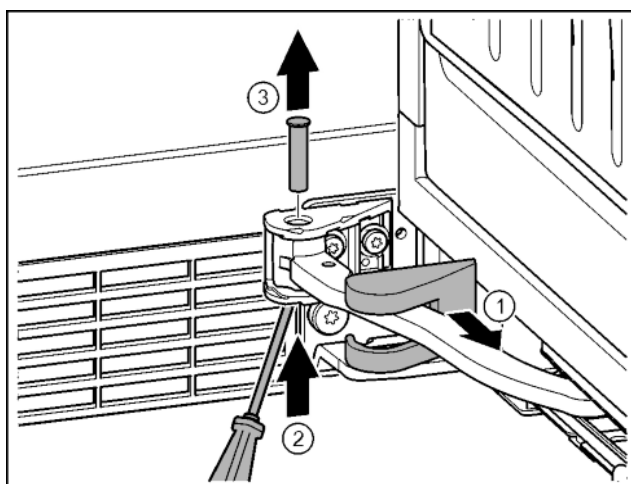

Fig. 16
- ▶ Снять крышку и переместить вдоль шарнира. Fig. 16 (1)
- ▶ Ручкой или отверткой приподнять палец снизу. Fig. 16 (2)
- ▶ Вставить отвертку под головку пальца и вытащить его. Fig. 16 (3)